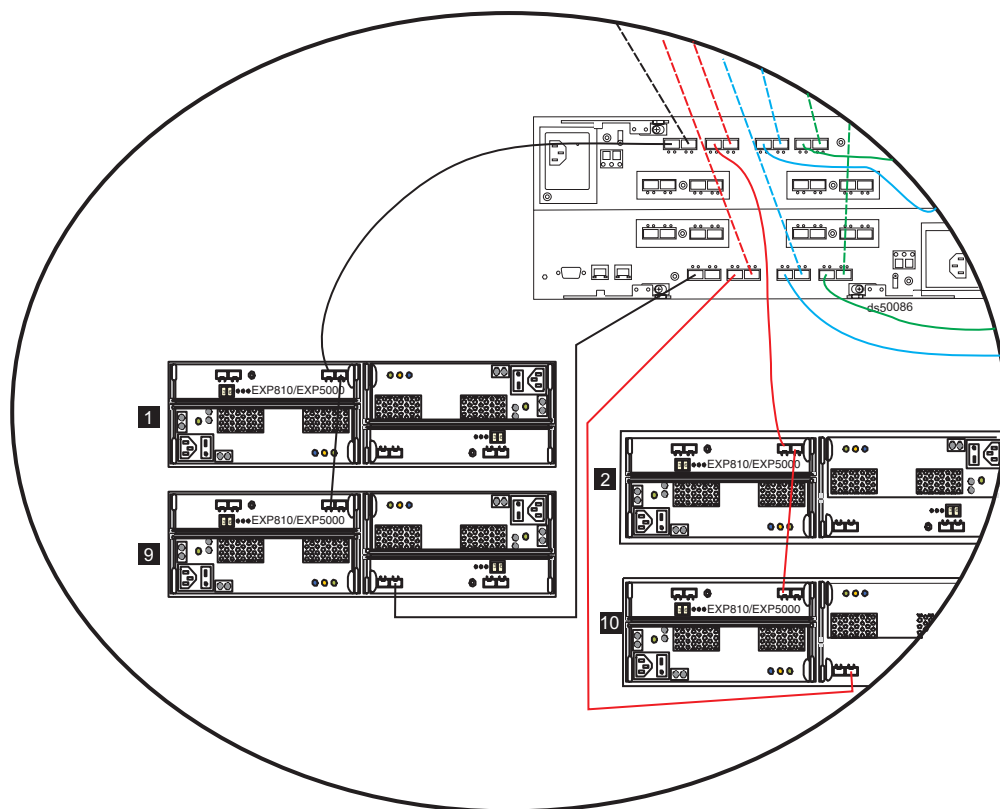

Figura 56. Um DS5100 ou DS5300 e Dezesesseis Gabinetes de Expansão de Armazenamento EXP5000
A Figura 56 mostra o esquema de cabeamento para um DS5100 ou DS5300 e dezesseis gabinetes de expansão de armazenamento EXP5000. A figura mostra apenas uma sessão cruzada do esquema de cabeamento. Cada par redundante de portas de canal de unidade nessa configuração tem dois gabinetes de expansão EXP5000 conectados em um esquema de cascata.
- a. Inclua o nono EXP5000 após o primeiro EXP5000 (consulte 9 na Figura 56 na página 89.)
- b. Conecte a porta 1A no ESM esquerdo do primeiro EXP5000 (1) à porta 1B no ESM esquerdo do nono EXP5000 (9).
- c. Conecte a porta 1B no ESM direito do primeiro EXP5000 (1) à porta 1A no ESM direito do nono EXP5000 (9).
- d. Mova a conexão entre a porta 1B no ESM direito do primeiro EXP5000 (1) e a porta 1 do canal de unidade 5 no DS5100 ou DS5300 para a porta 1B do nono EXP5000.
3. Repita a 2 para conectar o restante dos EXP5000s à porta 1B no ESM direito do nono EXP5000 (9).